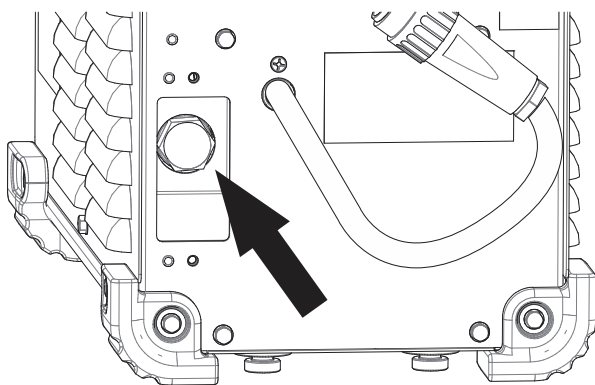

Bild 10
- Ta därefter bort den stora mässingsbulten. Se bild 10. En djup rörsockel eller polygrip kan användas. En liten mängd kylvätska kan komma att läcka ut.